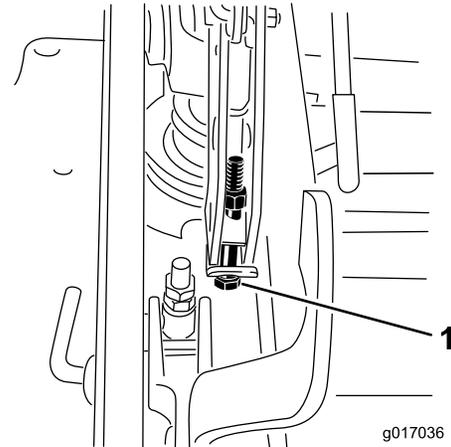

Figura 75
13. Si la carcasa está demasiado baja, apriete el perno del ajuste de un solo punto girándolo en sentido horario. Si la carcasa está demasiado alta, afloje el perno del ajuste de un solo punto girándolo en sentido antihorario (Figura 75).